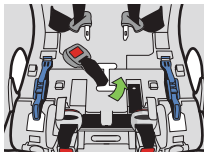

Figure 23
- Faites glisser la ceinture d'un côté de la fente de la sangle d'entrejambe et poussez le bord de la ceinture dans la fente de réglage, tel qu'illustré dans la **Figure 23**.